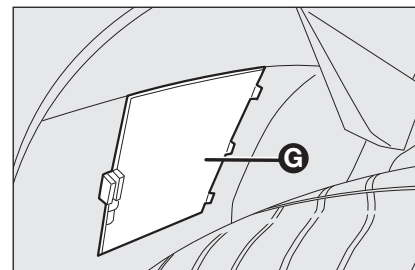

fig. 13
- ☐ braquer les roues complètement vers l'extérieur pour rendre la trappe **G-fig. 13** visible, ouvrir celle-ci et dévisser le dispositif de fixation ;